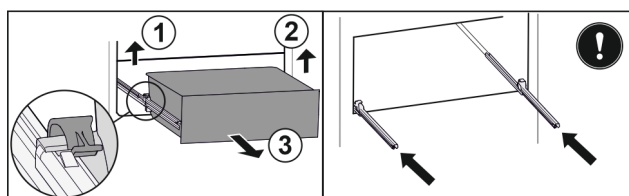

Fig. 180
- Zvedněte levou svorku a současně vytáhněte zásuvku vlevo dopředu. Fig. 180 (1)
- Zvedněte pravou svorku a současně vytáhněte zásuvku vpravo dopředu. Fig. 180 (2)
- Vyjměte zásuvku dopředu. Fig. 180 (3)